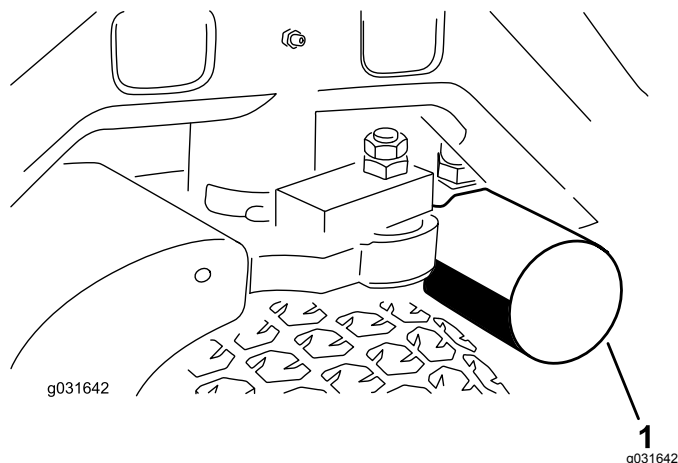
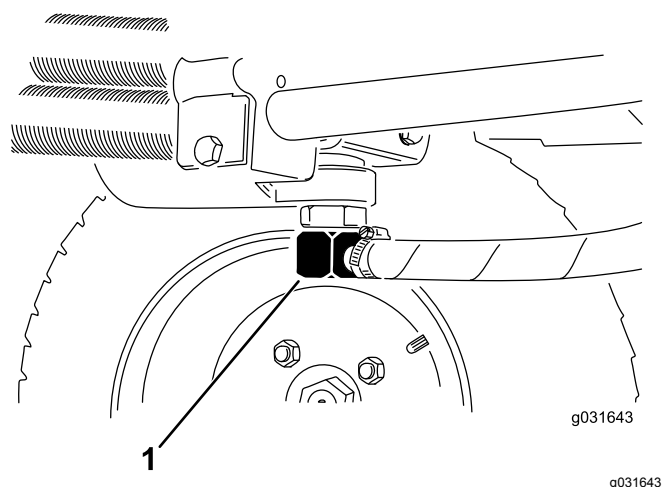

Рисунок 65
Рисунок 66
- Очистите область вокруг места крепления фильтра и установите сливной поддон под фильтр (Рисунок 65).
- Отсоедините гидропровод или снимите гидравлический фильтр и дайте гидравлической жидкости стечь в сливной поддон (Рисунок 65 и Рисунок 66).
- Когда гидравлическая жидкость перестанет вытекать, установите гидропровод на место (Рисунок 66).